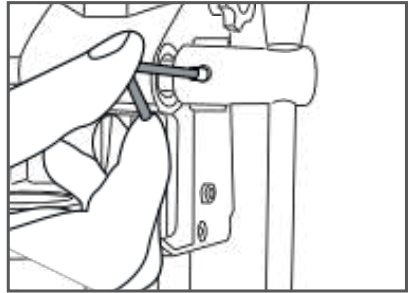

РИС. 5
2. Затяните фиксатор каретки (1), чтобы предотвратить перемещение каретки (2) при установке корончатого сверла (Рис. 5).